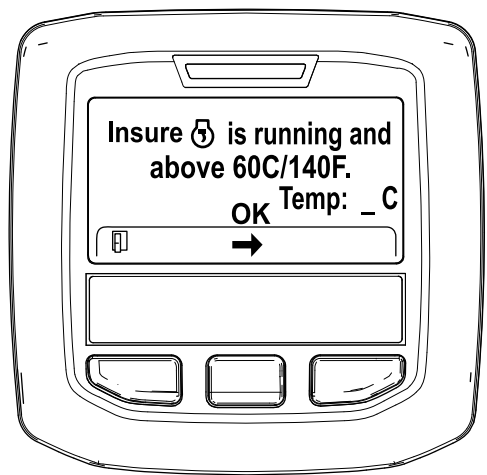

図 40
5. 冷却液の温度が 60°C (140°F) 未満の場合には、Insure is running and above 60C/140F” エンジン作動と冷却水を確認と表示される 図 40。